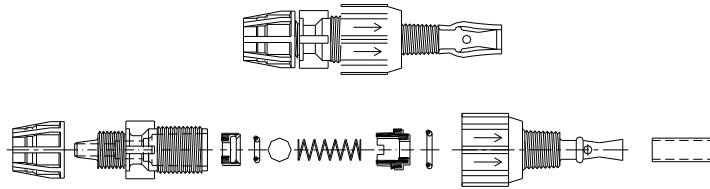

Figure 4 : Soupape d'injection
4) Collez une bande d'étanchéité sur les filetages du raccord d'injection et installez-le sur la tuyauterie. **Ne retirez pas l'enveloppe en plastique de l'embout du raccord ; c'est une partie fonctionnelle** – voir la Figure 4.
Pour installer la tuyauterie, retirez l'écrou de serrage et le manchon du raccord de compression et faites-le glisser sur la tuyauterie avec le manchon situé à 0,38 po (9,5 mm) de l'extrémité de la tuyauterie - voir Figure 4. Placez la tuyauterie dans le raccord et vissez l'écrou de serrage à la main.